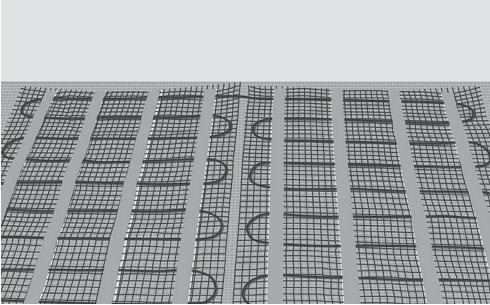

Fig. 6. Gulv dekket av matte
- 5). Gjenta dette til du har dekket gulvet (Fig. 6).